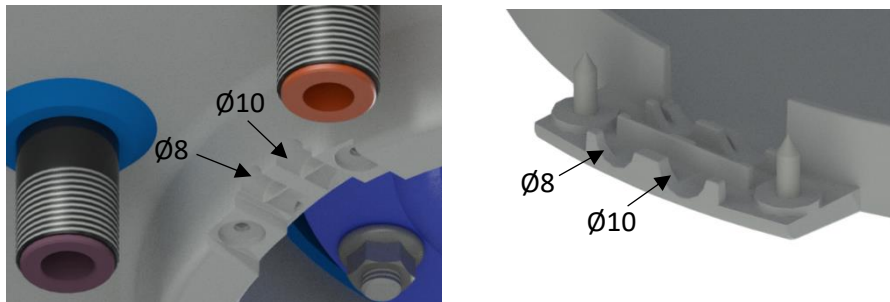
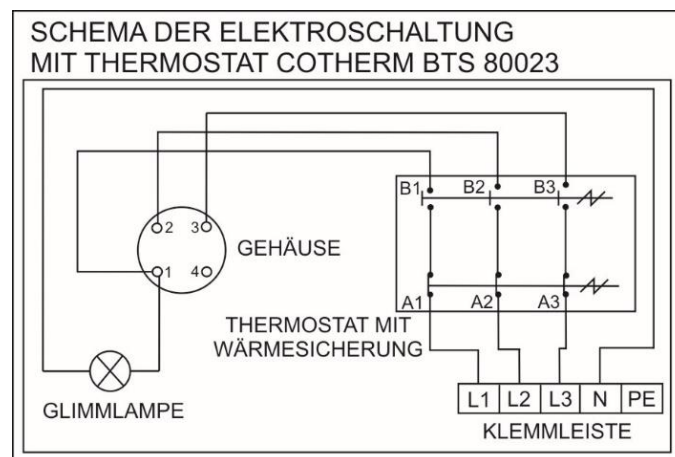

Abbildung 6
Abbildung 7
Der Anschluss ist laut Anschlusschema durchzuführen. Der im Werk vorgenommen Anschluss darf nicht geändert werden! (Abbildung 7). Die Trennwand in der Abdeckung der Elektroinstallation entfernen, die dem Durchmesser des Zuleitungskabels, also  $\phi 8$  oder  $\phi 10$  (Abbildung 6) entspricht. Die elektrischen Teile des Warmwasserbereiters haben die Schutzklasse IP 45. Der Leistungsbedarf des elektrischen Körpers beträgt 4000 W.
- Das Schema des Elektroanschlusses ist dem Warmwasserbereiter am Gehäuse der Elektroinstallation (Abbildung 7) beigelegt.